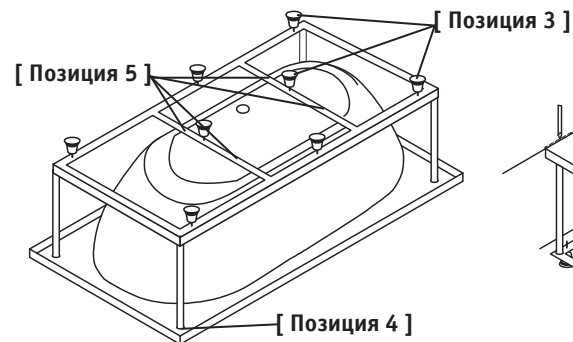

Рис. 4
5. Прикрепить саморезами 3х35 (рис. 4) каракас к дну ванной (позиция 5).
6. Проверить вертикальность установки стоек и прикрепить их саморезами 3,5х16 к закладным под бортиком ванной (рис.4, позиция 4).